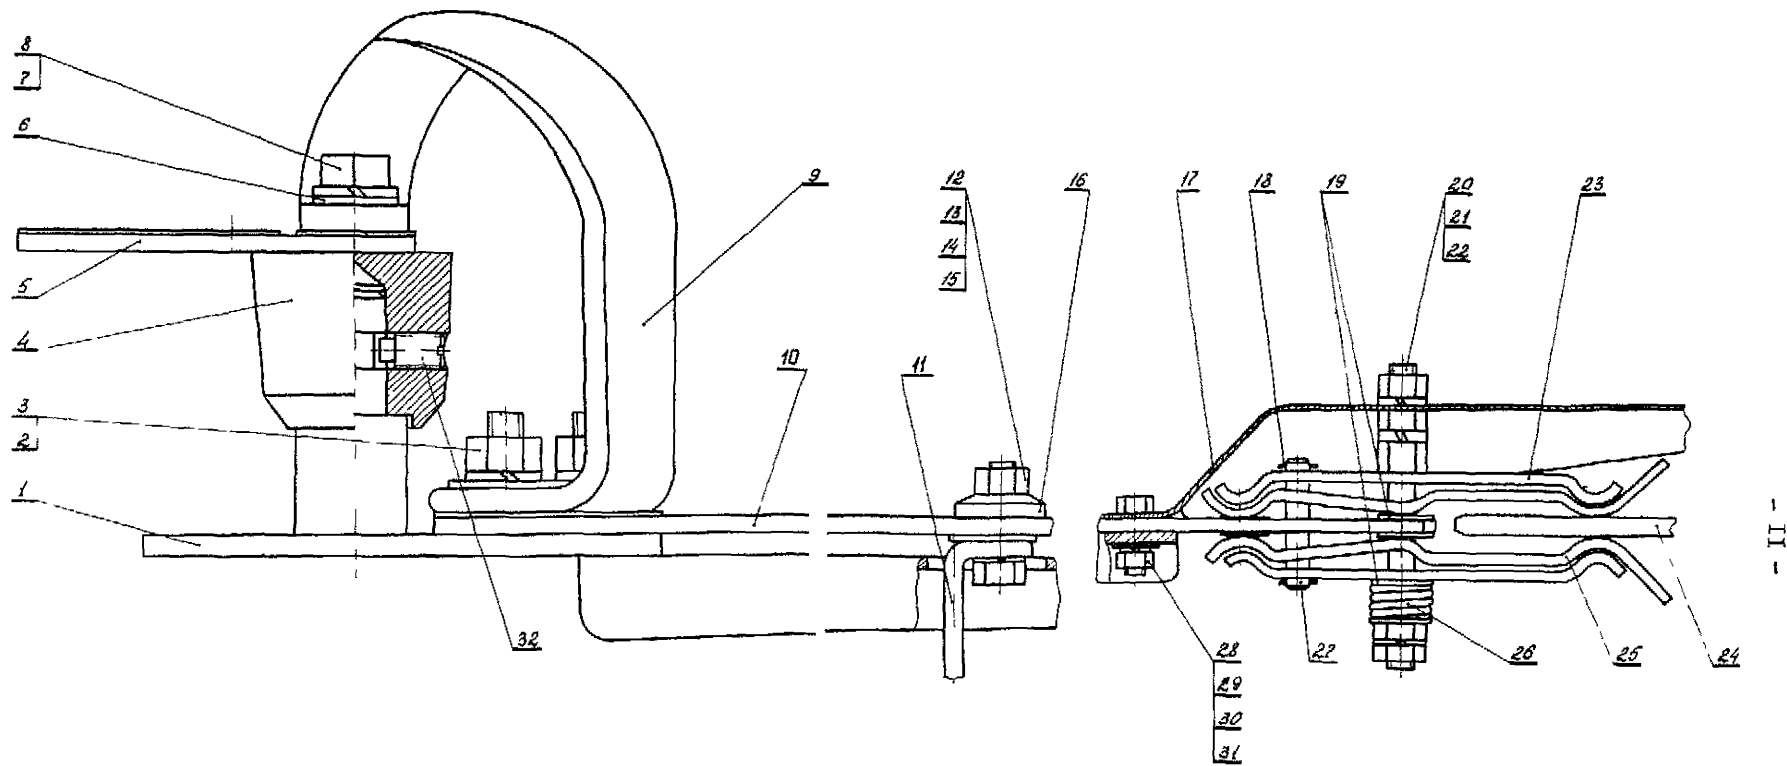

Рис. 6. Контактная система отделителя:
04.1. Вывинтить болты 28 (рис. 6), отвинтить гайку 2I и снять кожух I7.
04.8. Собрать контактную систему согласно рис. 6, предварительно смазав ее техническим вазелином.
04.20. Отвинтить гайки 3 (см. рис. 6), вывинтить винт 32 и вынуть нож из ступицы 4.
05.7. Проверить вытягивающее усилие вдоль оси ламелей разъемного контакта, прикладываемое к вставляемой в разъемный контакт шине толщиной 6 мм, равной толщине неподвижного контакта II (см. рис. 6). Усилие должно быть равно 6-8 кгс.
05.11. Собрать неподвижный контакт II согласно рис.6.